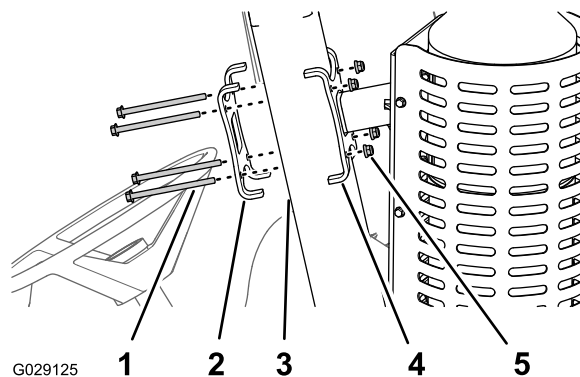

Figura 9
3. Remova as 4 porcas autotravantes flangeadas (8 mm), os 4 parafusos (8 x 120 mm) e a placa de fixação traseira, que fixam o suporte do sistema de escapamento ao tubo dianteiro direito da EPCC (**Figura 9**).